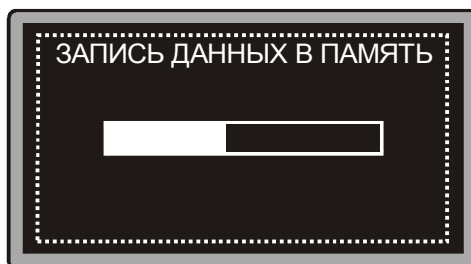

Рис. 6.17 Процесс сохранения данных
**6.15.2.14** После подтверждения записи на дисплее дефектоскопа в виде темной полоски (рис. 6.17) будет отображаться процесс записи данных в память.